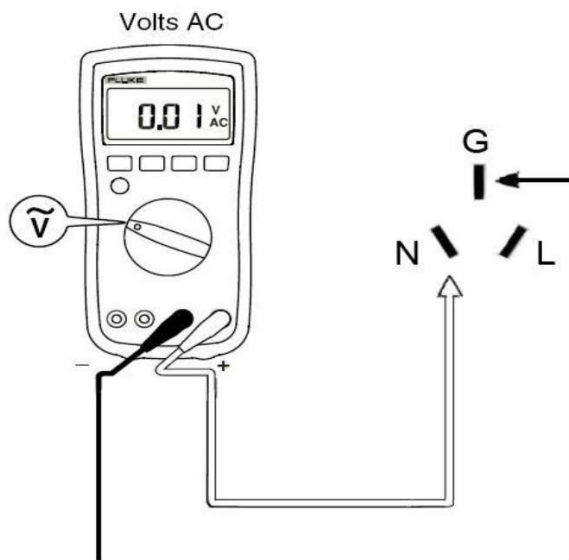

图1. N-G电压测试方法
**B: 请为仪器电源插座准备地线；同时使用万用表交流电压档测量供电线路零线 (N) 和地线 (G) 间电压差值，测量方法如图 1 所示，要求此电压差值稳定并小于 1V 。记录下该数值，填入附录的回执表中传真回我司。**